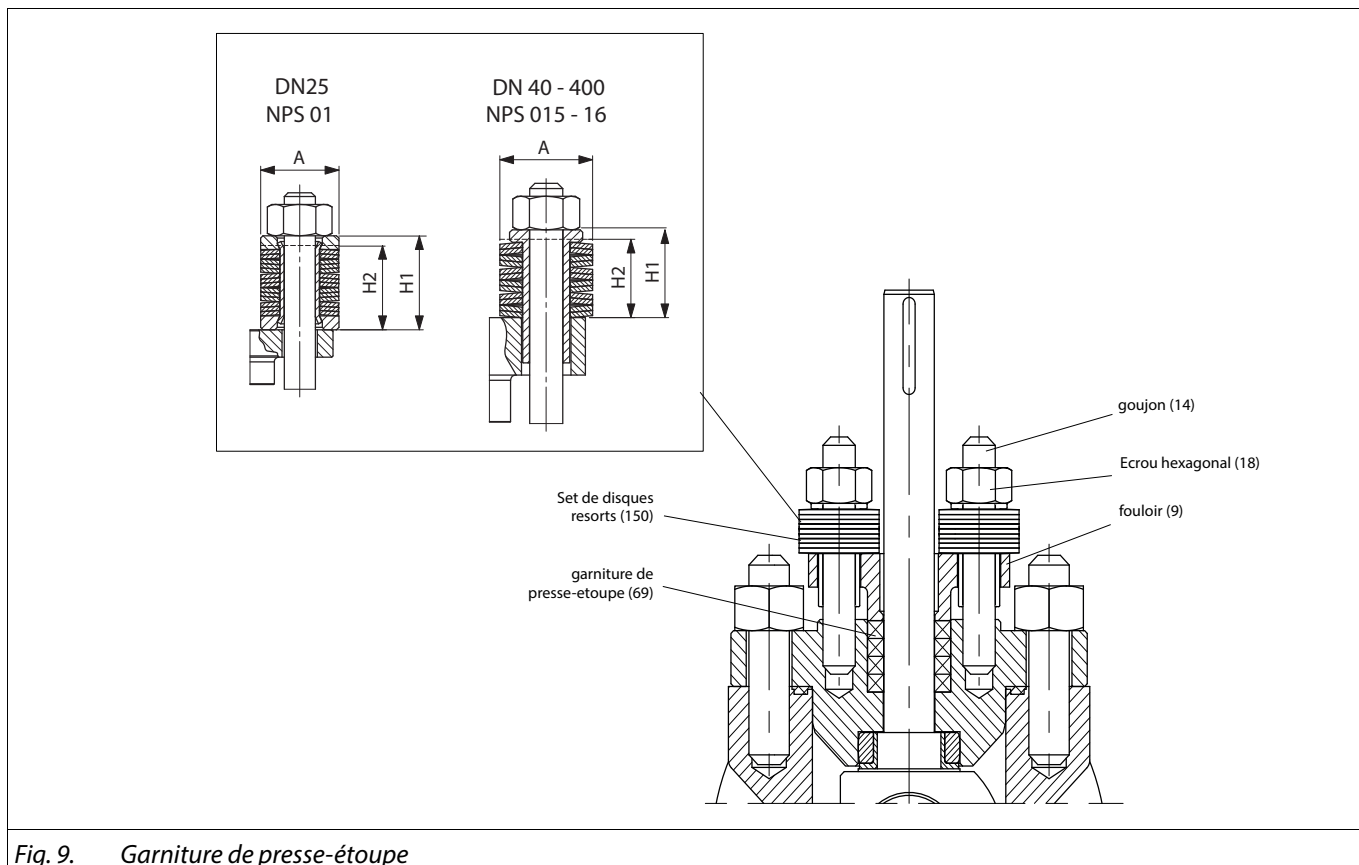

Fig. 9. Garniture de presse-étoupe
- ❑ Avant tout, précompresser les anneaux de garniture (69) en serrant les écrous du presse-étoupe (18) au couple T_t . Cf. Figure 9 et les valeurs du Tableau 2.
- ❑ Resserrer les écrous (18) jusqu'au couple T_t , cf. tableau 2.
- ❑ Avant tout, précompresser les anneaux de garniture (69) en serrant les disques-ressorts (150) à la hauteur H2. Cf. Figure 9 et les valeurs du Tableau 2.
- ❑ Resserrer les disques-ressorts (150) à la hauteur H2, cf. tableau 2.
- ❑ Vérifier l'absence de fuite lorsque la vanne est sous pression. S'il se produit une fuite lorsque la vanne est sous pression, serrer davantage les disques-ressorts (150) mais sans les comprimer totalement (entièrement plats).